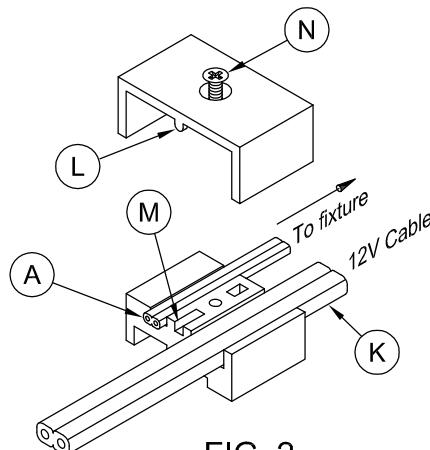

FIG. 2
9. After Fixture wires are installed in desired location, run a length of 12 volt cable (#10 or #12 Ga.) from Fixture to Transformer (or along a row of Fixtures to Transformer). (FIG. 2)
9. Après avoir installé le dispositif d'éclairage à l'endroit désiré, faites passer un câble de 12 volts (#10 ou #12 Ga.) à partir du dispositif d'éclairage au transformateur (ou le long de la rangée de dispositifs d'éclairage au transformateur). ↘ (FIGURE 2)